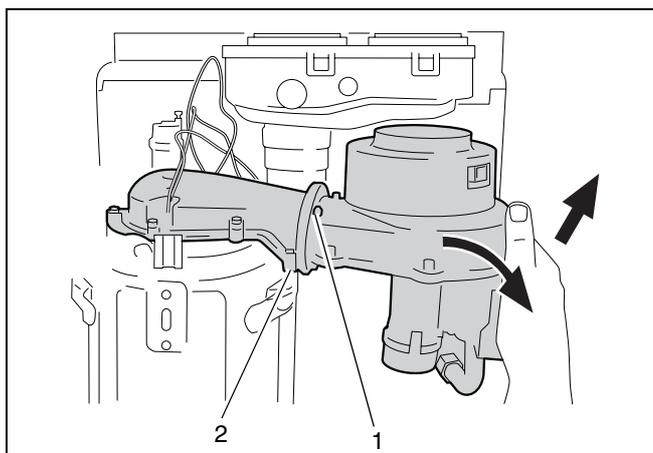

Abb. 45 KombiVent
- Mutter entfernen (Abb. 45, Pos. 1) und "KombiVent" (Gas-Luft-Einheit) demontieren.
- Anschluss zwischen Gebläse und dem Brenner auf Dichtheit prüfen (Abb. 45, Pos. 2).